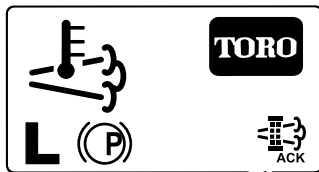

Bild 79
8. Im InfoCenter wird der Begrüßungsbildschirm angezeigt; das Symbol für die Bestätigung der Regenerierung (Bild 79) wird unten rechts auf dem Bildschirm angezeigt, wenn die Regenerierung ausgeführt wird.